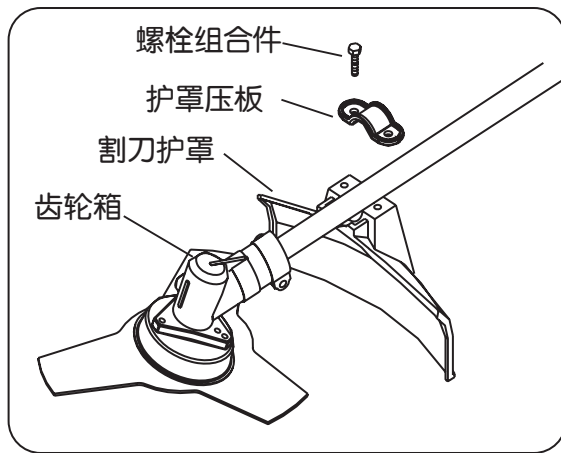

图6
将割刀护罩及其压板用提供的两螺栓紧固到硬轴的适当位置即可。（见图6）
6、机具与汽油机的安装（图6）：